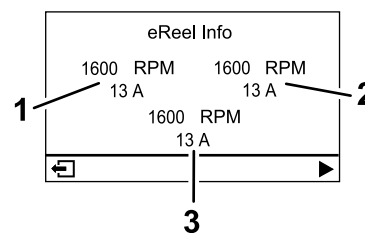

Figure 25
- **Écran d'information moteur UC (Figure 25) :** indique le régime et le courant du moteur de chaque unité de coupe.